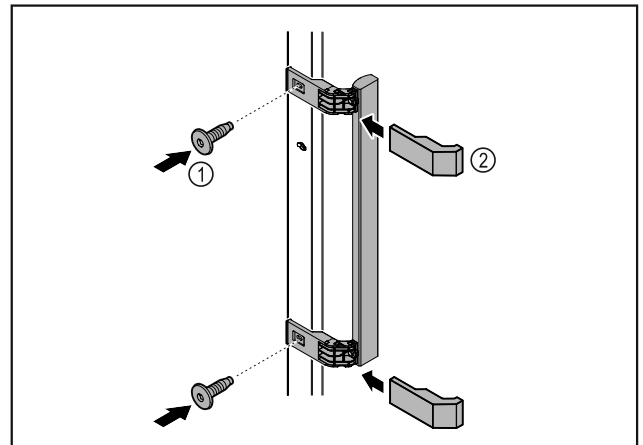

Fig. 3
- ▶ Meegeleverde greep met de meegeleverde schroeven Fig. 3 (1) op de deur aanbrengen.
- ▶ Afdekplaatje Fig. 3 (2) plaatsen.